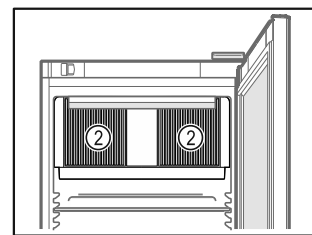

Fig. 30
- ❑ A belső térben lévő keringető ventilátor szellőzőnyílásait Fig. 30 (2) tartsa szabadon.